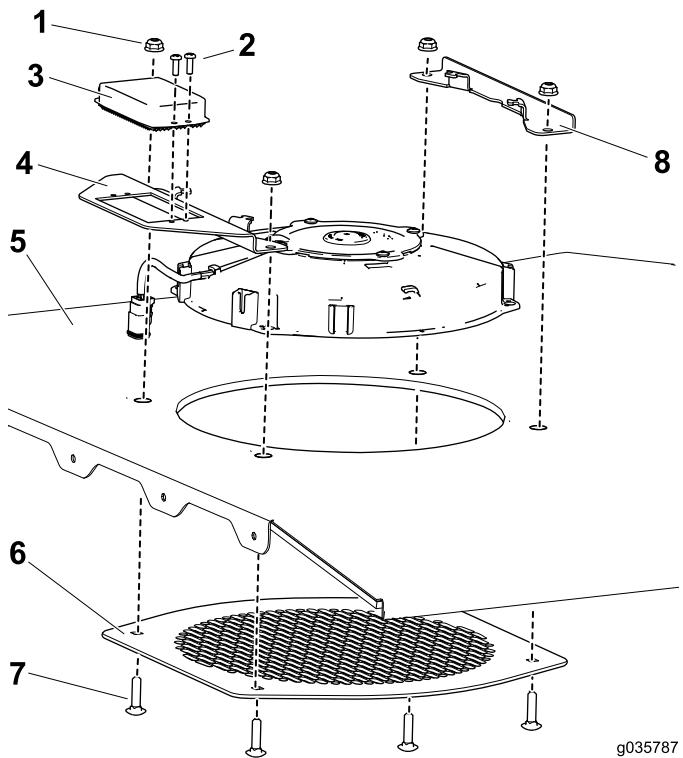

Figure 2
1. Fixez le bloc de résistances au support du ventilateur à l'aide de 2 vis (n° 8 x 3/8") (Figure 2).
- Utilisez les 4 boulons (1/4" x 1") et les 4 écrous pour fixer le ventilateur, la grille de ventilateur, le support de ventilateur et le support de montage au panneau de pavillon (Figure 2).